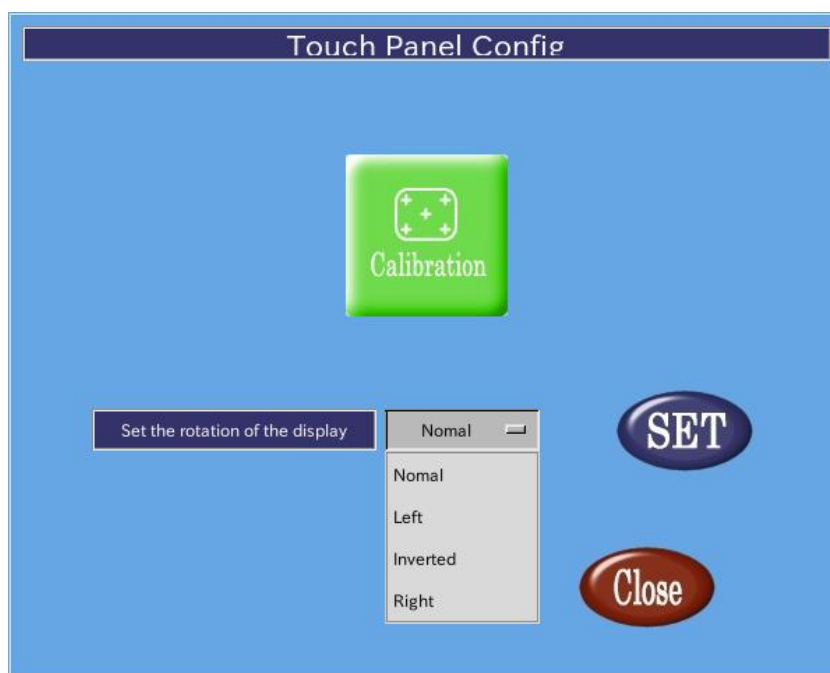

図 2-3-2-2. ディスプレイとタッチパネルの回転
②のコンボボックスをクリックすると、図 2-3-2-2 のように、回転方向の設定メニューが表示されます。画面の向きと設定メニューはそれぞれ表 2-3-2-1 のように対応しています。任意の向きを選択して③の [SET] ボタンを押すことで、画面が回転します。回転後、任意の位置をタッチできなくなった場合、①のキャリブレーションを行ってください。